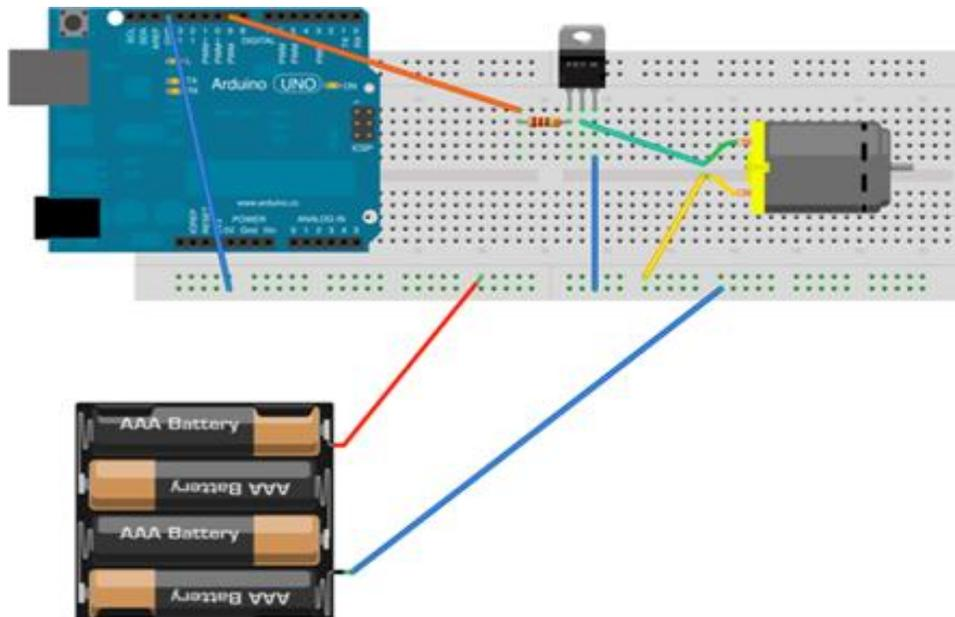

Figure 2: Plan de montage d'un moteur CC avec un MOSFET
Figure 2 montre le schéma de montage d'un MOSFET Canal-N avec un moteur et une carte Arduino. Parfois l'ordinateur n'est pas capable de donner assez de puissance aux moteurs. Dans ces cas-là on peut alimenter le moteur via la broche *Vin* de la carte Arduino lorsqu'elle est alimenté par la prise murale ou une source de tension d'alimentation séparée. Pour la protection du système, une *diode Schottky* peut être utilisée pour empêcher un retour de courant dû à l'inertie du moteur qui s'arrête.
1. Montez le circuit comme l'indique la Figure 2.